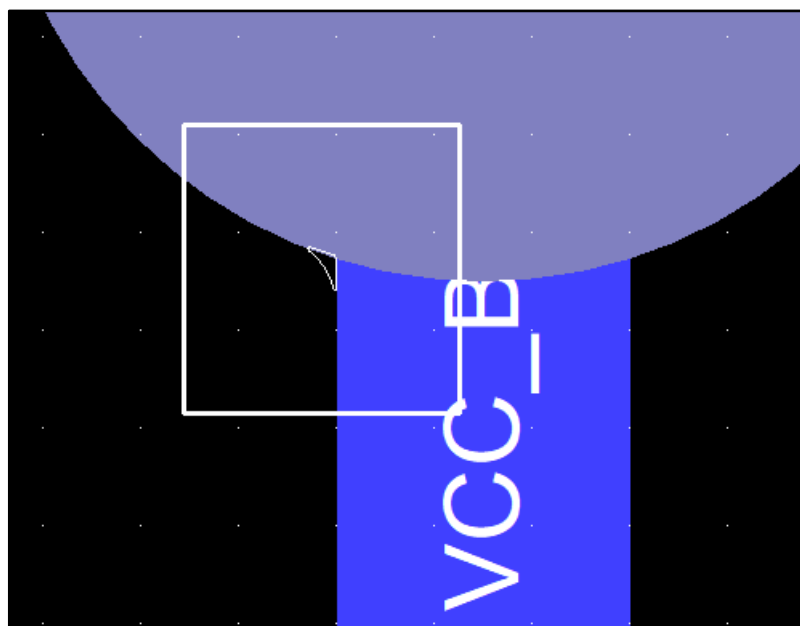

Рис. 25 Маленькая кислотная ловушка, попавшая в отчет из-за неправильно выбранного параметра Failure threshold.
- Search for Gulfs – данная настройка ищет кислотные ловушки. Площадь кислотной ловушки подсчитывается по формуле $A \cdot A \cdot \text{проценты}$, где A – значение минимального расстояния между двумя элементами проводящего рисунка. Эта проверка очень чувствительна к параметру “Failure threshold”. Если поставить значение 1%, то CAM350 начнет обнаруживать даже очень маленькие по площади кислотные ловушки (рис.25), что только засоряет отчеты и делает их малочитаемыми.